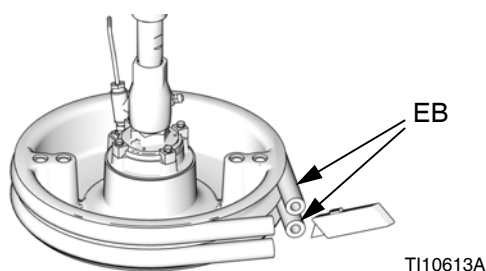

FIG. 19
2. Slå fränkopplingsbrytaren (M) till AV.
3. Hög plattan ut ur fatet när slitna eller skadade skrapätätningar (EB) ska bytas. Ta bort fatet från basen. Torka av vätska från plattan.
4. Skär de övre och nedre skraporna med kniv och ta bort dem från plattan. Se FIG. 19.